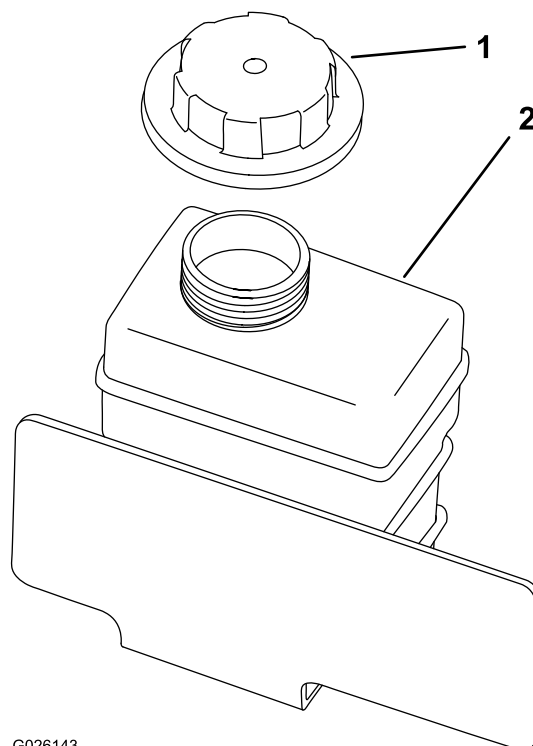

Figura 61
4. Retire el tapón del depósito auxiliar (Figura 61).